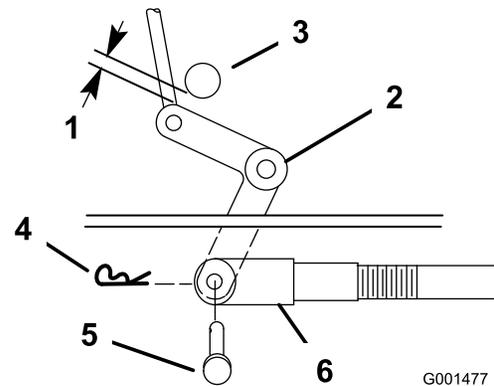

Figure 39
9. Vérifiez l'écartement entre l'axe coudé et l'arbre de sortie de transmission (Figure 39).
11. Tournez la chape dans le sens horaire sur la tige pour accroître l'écartement, et dans le sens antihoraire pour le réduire (Figure 39).
**Remarque:** Si le bras d'assistance ne touche pas la butée avant du tablier de coupe (Figure 40 ou Figure 41), réglez la chape de sorte à rapprocher le levier coudé de l'arbre de sortie de transmission (Figure 39).